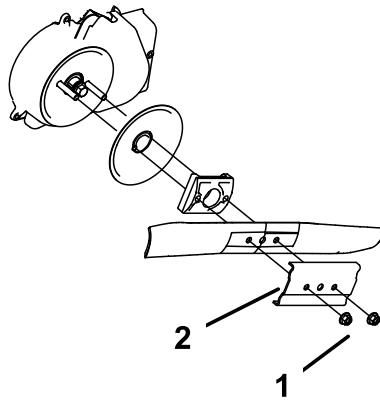

図 35
3. ブレードナット2個とステイフナを取り外す図 35。
4. ブレードを取り外す図 35。
5. 新しいブレードを取り付ける図 35。